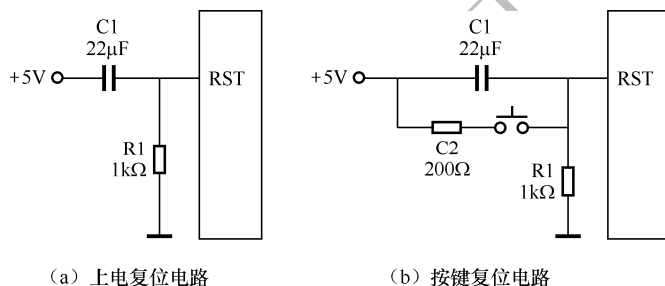

图 1.12 MCS-51 的复位电路
- RST/VPD: 当振荡器运行时, 在此引脚上出现两个机器周期的高电平(由低到高跳变), 将使单片机复位。RST/VPD 的第二功能是作为备用电源输入端。当主电源 V_{CC} 发生故障而降低到规定的低电平时, RST/VPD 线上的备用电源自动投入使用, 以保证片内 RAM 中的信息不会丢失。通常, 8051 的复位有自动上电复位和人工按键复位两种, 电路分别如图 1.12 (a) 和图 1.12 (b) 所示。